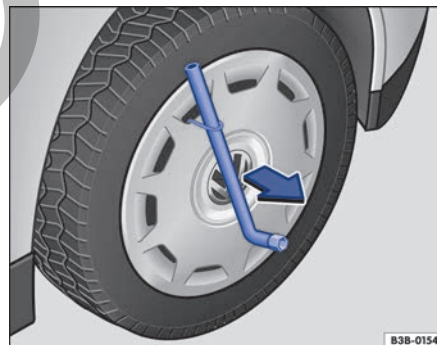

Fig. 175 Desmontar el tapacubos integral.
- Introduzca la llave de rueda por el gancho de alambre → fig. 175 y tire del tapacubos en el sentido de la flecha.